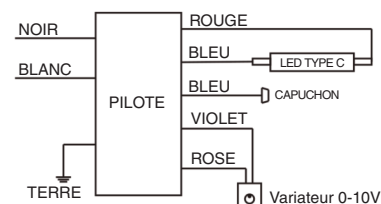

Figure 3a
Étape 7: Pour le câblage aux deux bouts, consulter les **Figures 3a, 3b, 3c ou 3d**.